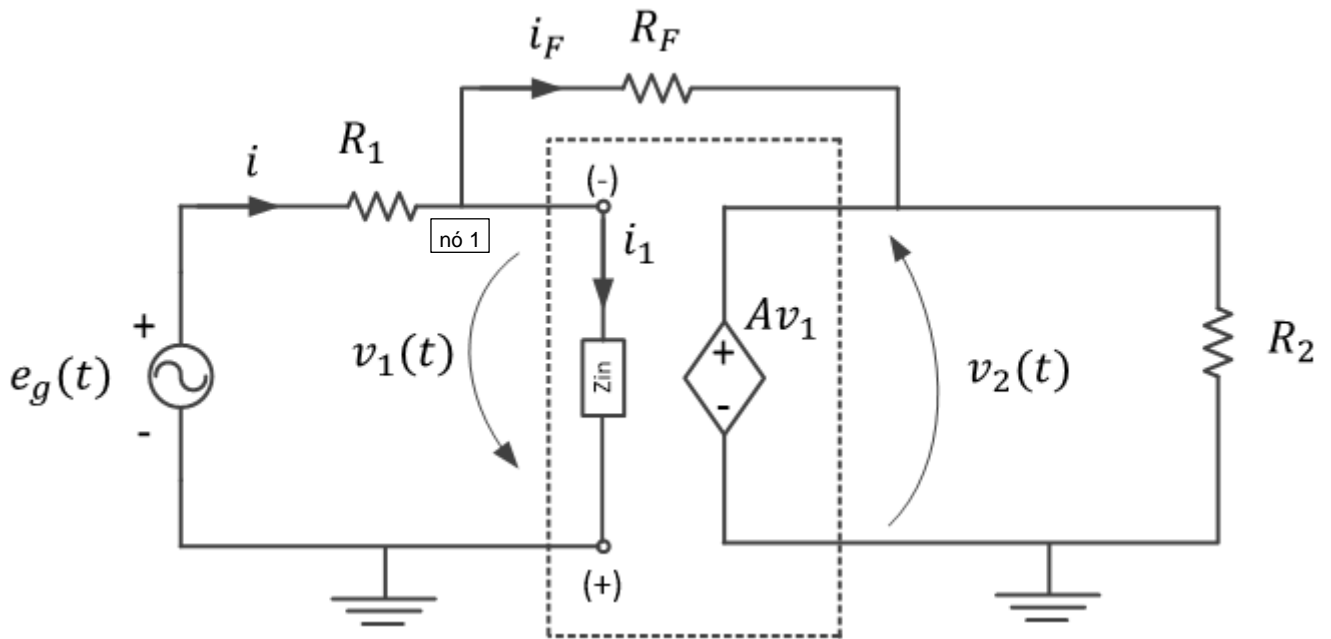
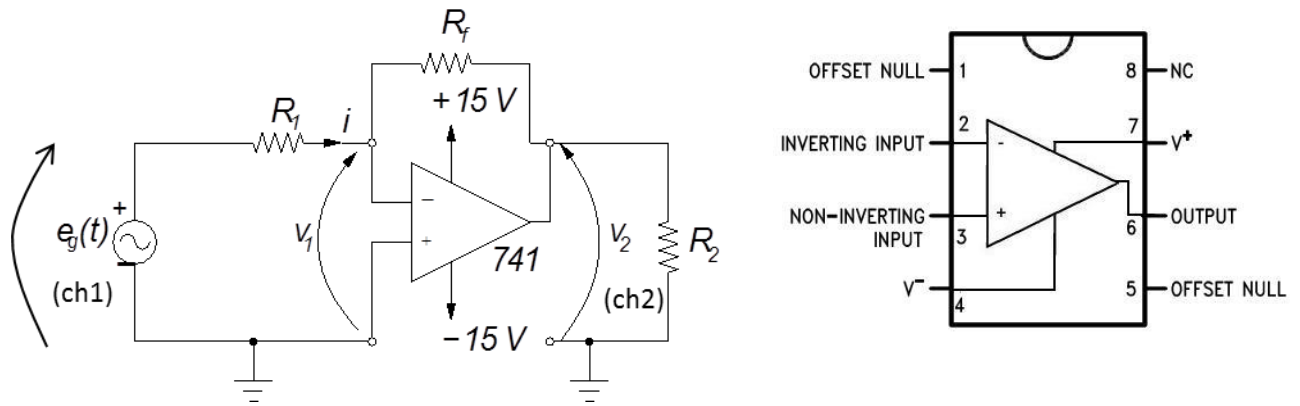

Figura 2: Circuito Amplificador com realimentação negativa.
Figura 3: Amplificador inversor com operacional e pinagem do 741.
Um circuito amplificador com este tipo de gerador vinculado é normalmente implementado conforme ilustração da Figura 2.
Vamos então fazer alguns cálculos com o circuito amplificador com realimentação negativa esboçado na Figura 2, a fim de avaliar seu comportamento para alguns valores de ganho ( $A$ ) em malha aberta do amplificador e para alguns valores da resistência de realimentação  $R_F$ .
- a) Monte o circuito da Figura 3, que é o mesmo da Figura 2, no entanto temos agora um amplificador operacional real.